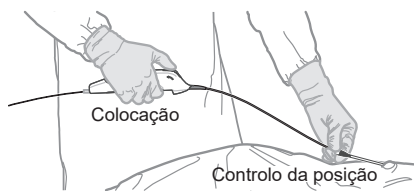

Figura 2. Posição das mãos para o desdobramento do stent
7. Enquanto segura no dispositivo com uma mão, utilize a outra mão para segurar e posicionar cuidadosamente a bainha de isolamento na válvula hemostática (consultar Figura 2). Não comprima a bainha retrátil durante o desdobramento.